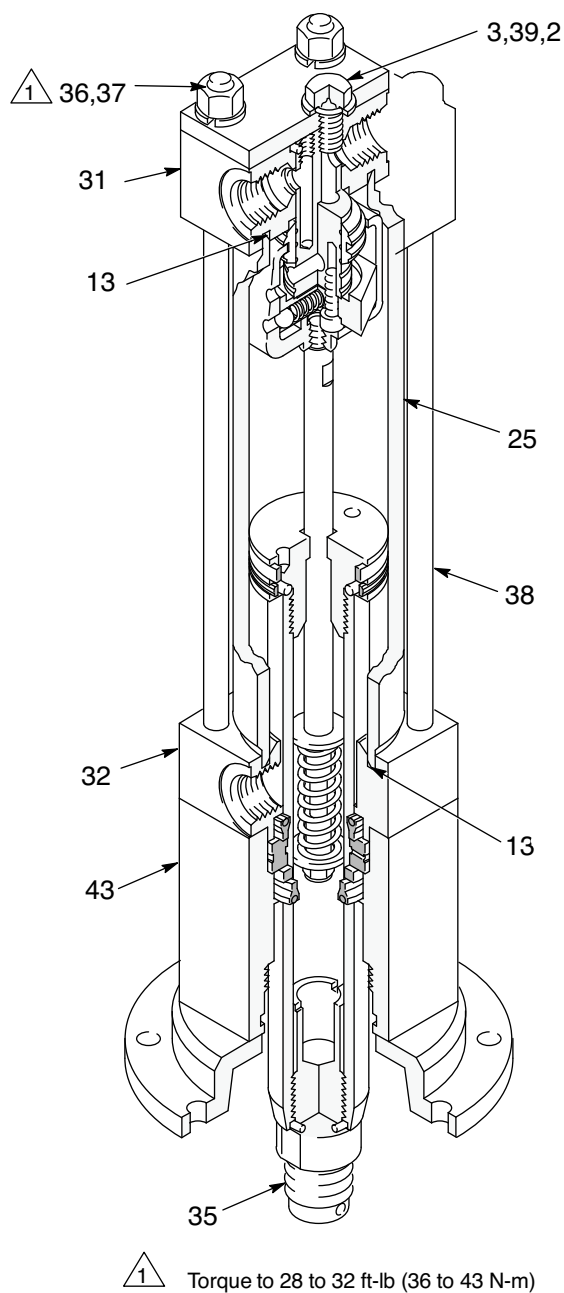

Рис. 13
17. Поместите переходник (43) в тиски и установите уплотнения, как описано на стр. 12. Установите колпачок цилиндра (32) (Рис. 13).
18. Если вы снимали соединительные штоки (38), установите их на место коротким резьбовым концом вверх. Другой конец необходимо вкру-
тить в нижнюю крышку цилиндра (32) примерно на 9/16" (Рис. 13).
19. Вставьте уплотнительное кольцо (49) в нижнюю выемку поршня (22) и установите уплотнение (23) поверх уплотнительного кольца. Поместите подшипник поршня (24) рядом с верхней выемкой поршня. Удерживая подшипник поршня на месте во избежание повреждений, установите на поршень цилиндр и надавите на него (Рис. 13).
20. Поместите цилиндр (25) на крышку цилиндра (32). Установите поршень (22) и узел клапана (31) (Рис. 13).
22. Установите на место трубки (45) и фитинги (1). Затяните фитинги с усилием 25–35 фут-фунтов (34–48 Н·м), см. Чертеж деталей, стр. 21.
23. Сместите шток поршневого насоса (34) внутрь и наружу, чтобы убедиться, что он легко перемещается (Рис. 13).